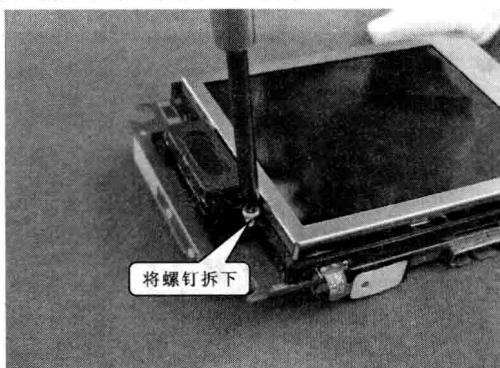

图 1-30 拆卸步骤⑩
步骤⑩ 在显示屏的下方有 2 个固定螺钉，用螺丝刀将螺钉取下，如图 1-30 所示。